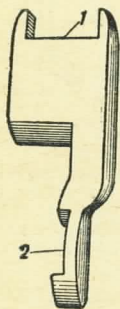

Рис. 16.
17. Ползун (рис. 16), двигаясь в вертикальных пазах задней стенки рамки, заставляет головку казенника при взведении курка наклоняться вперед и нажимать на шляпку гильзы, а при отпус-